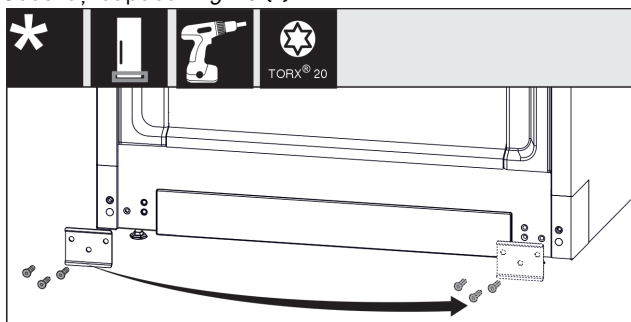

Fig. 19
- Deșurubați placa de tablă Fig. 19 (1), mutați-o pe cealaltă parte și înșurubați-o din nou.